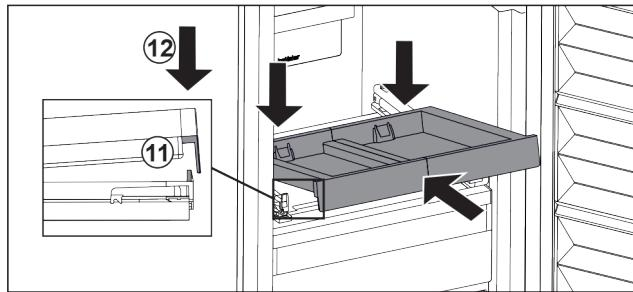

Fig. 108
- ▶ Gurnite ukoso. Pazite na to da je na obje strane graničnik iza jezičca. Fig. 108 (11)
- ▶ Spustite izvlačnu ploču naprijed. Fig. 108 (12)